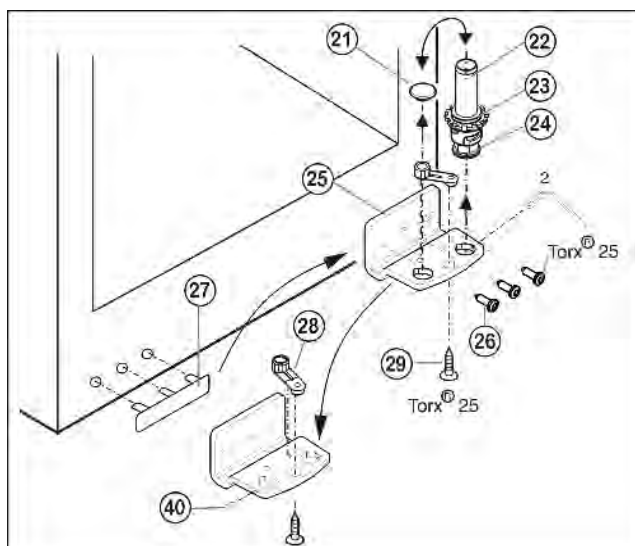

Fig. 6
- ▶ Отвинтите установочный винт Fig. 6 (40) приблизительно на один оборот прилагаемым торцевым ключом.
- ▶ Извлеките опорный винт Fig. 6 (22) в комплекте с шайбой Fig. 6 (23) и регулируемой опорой Fig. 6 (24), вывинчивая его вверх.
- ▶ Снимите пробку Fig. 6 (21).
- ▶ Открутите Fig. 6 (26) опорный кронштейн Fig. 6 (25).
- ▶ Полностью выкрутите установочный винт Fig. 6 (40) и вкрутите на противоположной стороне на нижнем опорном кронштейне, чтобы он был заподлицо с этим кронштейном.
- ▶ Открутите Fig. 6 (29) опорную деталь Fig. 6 (28) и, переставив в отверстие на противоположной стороне опорного кронштейна, снова прикрутите.
- ▶ Переставьте пробку Fig. 6 (21) в свободное отверстие.
- ▶ Осторожно снимите и переставьте на противоположную сторону крышку со стороны ручки Fig. 6 (27).
- ▶ Снова прикрутите опорный кронштейн Fig. 6 (25) на новой стороне шарнира (с моментом 4 Нм). При необходимости используйте аккумуляторный шурупверт.
- ▶ Вновь установите опорный винт Fig. 6 (22) в комплекте с шайбой и регулируемой опорой.
- ▶ Затяните установочный винт Fig. 6 (40).
- ▶ Установите дверцу сверху на нижний опорный палец Fig. 6 (22).
- При необходимости выровняйте дверцы через два продольных паза в нижнем опорном кронштейне Fig. 6 (25) параллельно корпусу устройства. Для этого выкрутите средний винт.